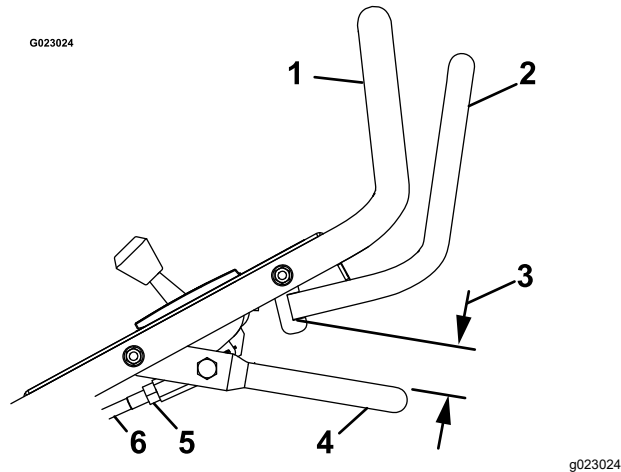

Figura 20
4. Compruebe la distancia entre la palanca de penetración de los taladros y la barra de autopropulsión, según se muestra en Figura 20.